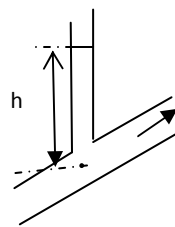

Fig.2
- Calculer les pressions absolue et effective au point A situé au centre de la conduite (fig.2), sachant que la hauteur piézométrique $h=1.5\text{m}$ ouvert et que la densité spécifique du liquide est 0.8.